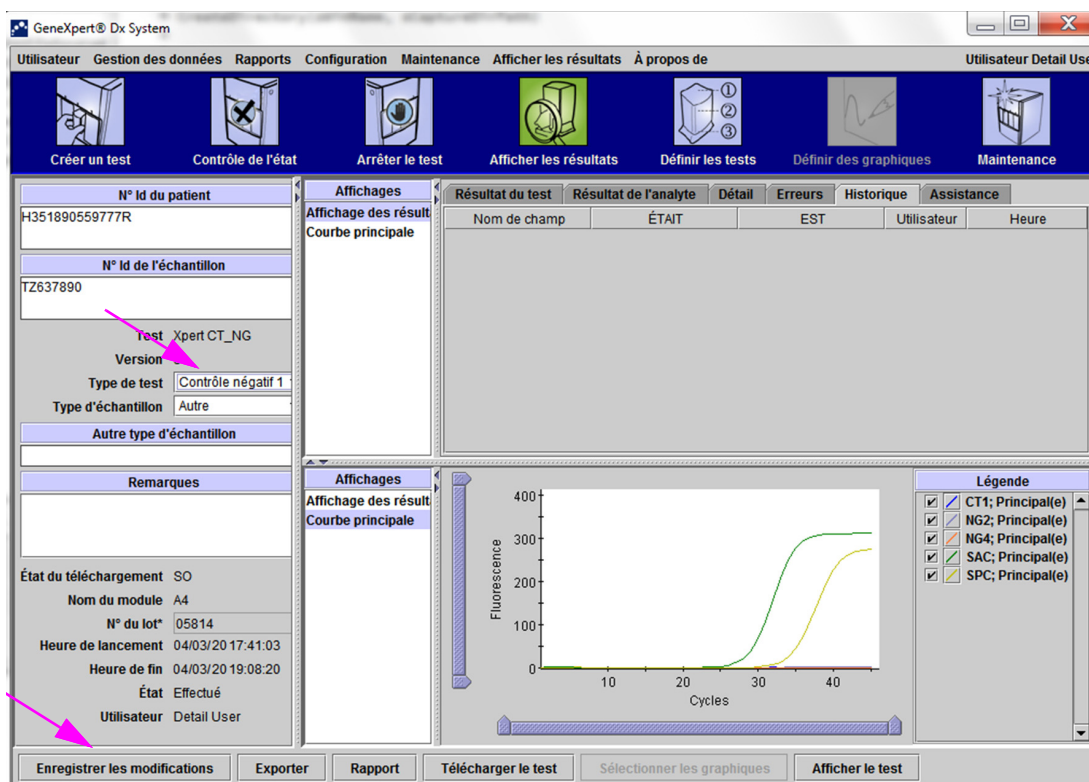
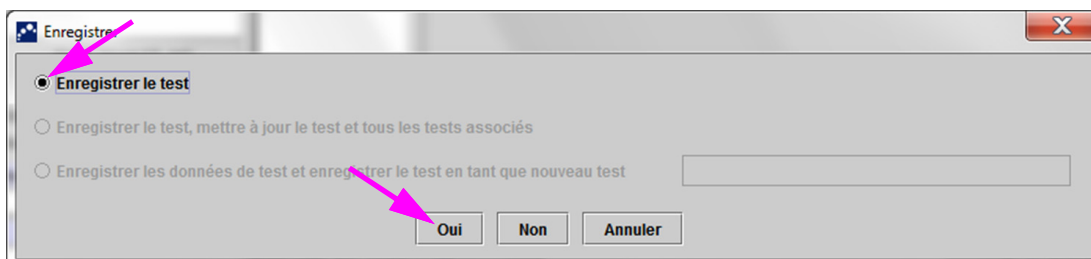

Figure 5-50. Fenêtre Afficher les résultats GeneXpert Dx—Type de test modifié
Figure 5-51. Boîte de dialogue Enregistrer le test
3. Modifiez la valeur Type de test en Contrôle négatif, tel qu'illustré à la Figure 5-50.
4. Cliquez sur le bouton **Enregistrer les modifications** situé dans le bas de la fenêtre Afficher les résultats (cf. Figure 5-50). La boîte de dialogue Enregistrer le test s'affiche. Voir Figure 5-51.